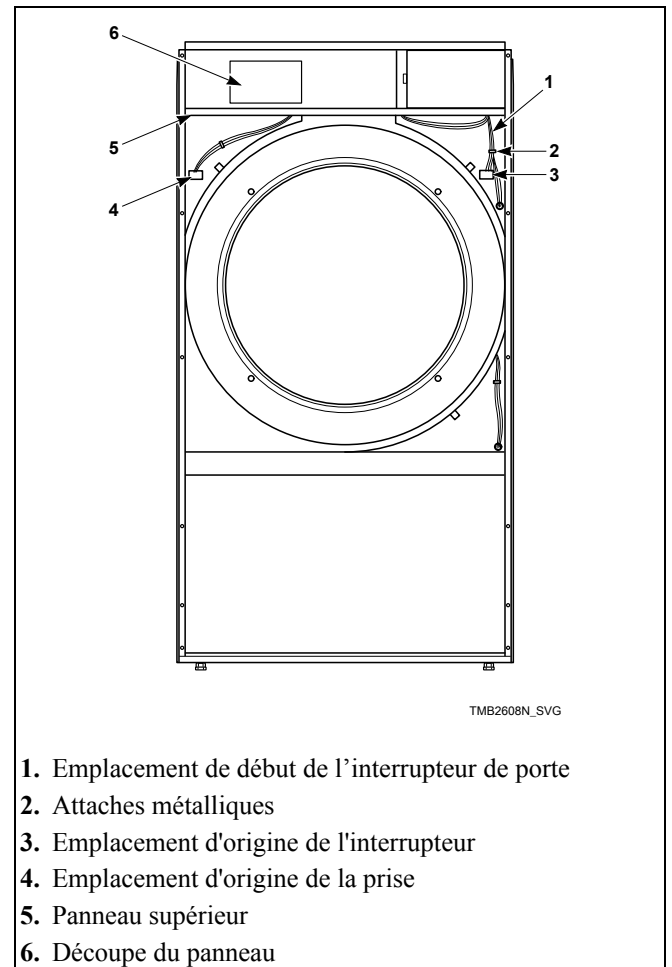

Figure 10
7. Couper les attaches métalliques afin de retirer le faisceau d'interrupteur de porte. Prendre garde à ne pas endommager les fils du faisceau. Se reporter à la *Figure 10*.